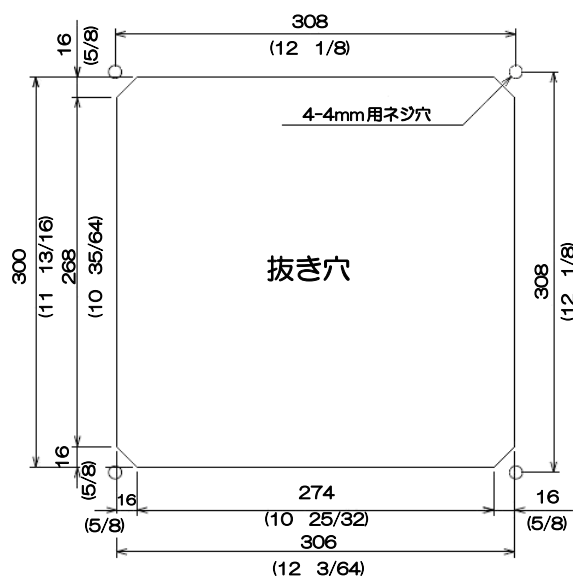

図 1.5 フラッシュマウント取り付け穴加工図
- (1) 設置場所に角穴をあけます。(図 1.5 参照)
- (2) 表示機前枠の四隅にあるプラスチック製のコーナーキャップを外します。(上に引き抜くと簡単に外れます)
- (3) 本体と角穴が合うか、ハメ合わせを確認します。不具合があれば角穴を修正します。
- (4) 電源用と送受波器用のコネクタを、それぞれ本体に接続します。
- (5) 表示機を設置する場所(角穴)にはめ込み、4mm のタッピングネジ(または M4 なべ小ネジ) 4 本で固定します。(4mm ネジは取り付け部の厚さに応じたネジを手配してください。)
- (6) (2)項で外したコーナーキャップを取り付けます。